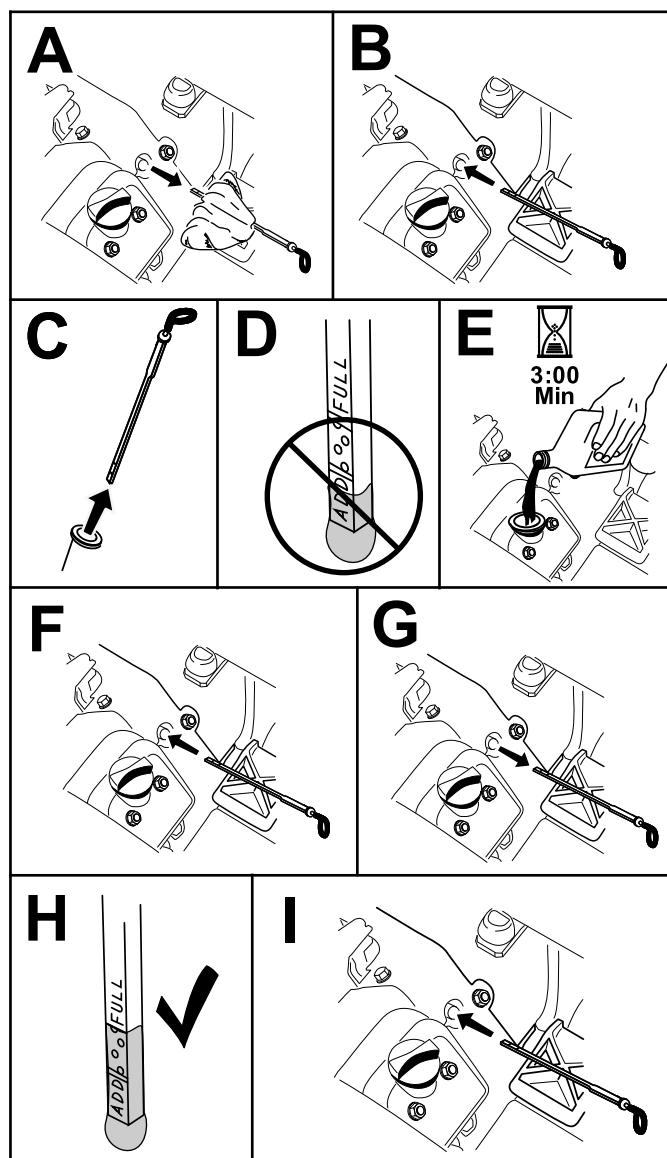

Bild 25
5. Stecken Sie den Peilstab in das Rohr und stellen Sie sicher, dass er vollständig eingeführt ist. Entfernen Sie den Peilstab und prüfen den Ölstand. Nehmen Sie bei einem niedrigen Ölstand den Fülldeckel von der Ventilabdeckung ab und gießen Sie genug der angegebenen Ölsorte in die Öffnung, bis der Ölstand die Vollmarke am Peilstab erreicht (Bild 25).